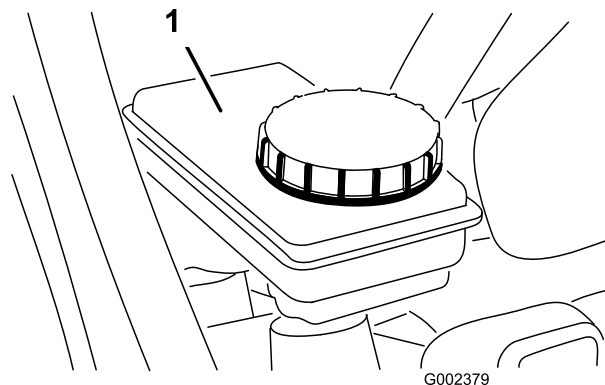

Figura 55
5. Certifique-se de que o nível do fluido está ao nível da linha de Cheio indicada no reservatório (Figura 55).
6. Se o nível de fluido for baixo, limpe a zona em torno da tampa, retire-a, e encha o reservatório até atingir o nível adequado com o fluido de travões especificado (Figura 55).